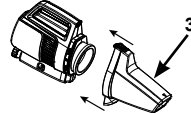

Abb. 3.3
2. Bringen Sie den Deckel für den Saugkörper (3) auf (1) an. Siehe Abb. 3.3.